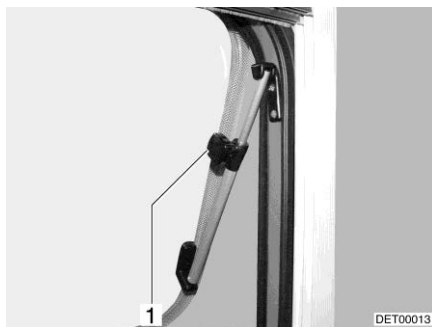

Bild 70 Tacklucka med vridspärrar, öppen
- Takluckan öppnas till önskat läge och fixeras med ratten (Bild 70,1). Takluckan låses i önskat läge.
- Vrid den lettrade hylsan (Bild 70,1) tills låsningen släpper.